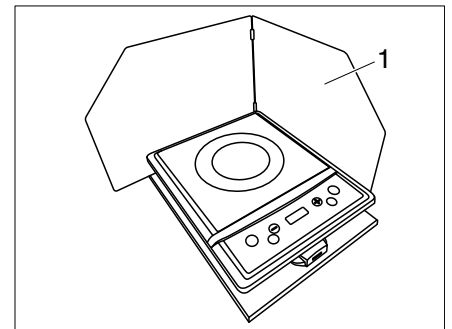

Bild 31 Spritzschutz aufstellen
- Spritzschutz (Bild 31,1) entnehmen und aufstellen.